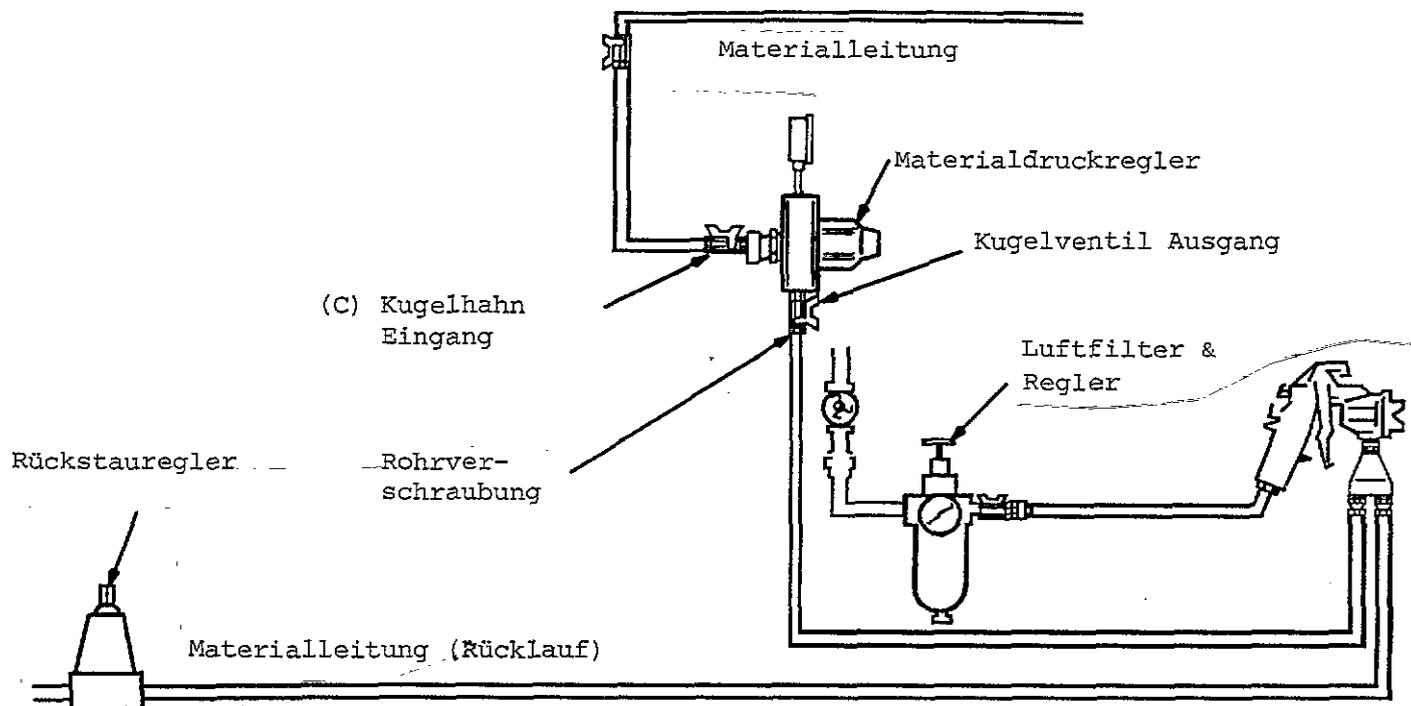
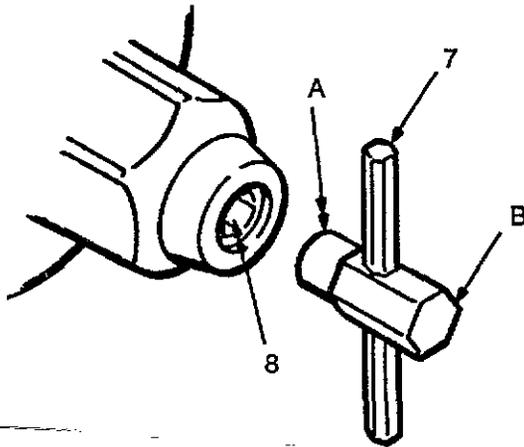

Abb. 3.1
Abb. 4.1
1. Pumpe starten und Ventil (C) öffnen, damit Material in den Regler eintritt, siehe Abb. 3.1.
2. Mit Sechskant (B) des Schlüssels (7) Adjustiermutter (8) voll im Uhrzeigersinn drehen.
3. Mittels Seite (A) des Schlüssels (7) Adjustiermutter (8) einführen, dann Schlüssel im Uhrzeigersinn drehen, um den Materialdruck zu erhöhen oder im Gegenuhrzeigersinn, um den Materialdruck zu senken, siehe Abb. 4.1. Materialdruck so einstellen, das eine ausreichende Zerstäubung vorhanden ist.
2. Pumpe abstellen und Materialdruck im System entlasten. Dieses geschieht durch Öffnen des Rückstaureglers oder eines anderen By-pass Ventiles, siehe Abb. 3.1.
3. Teil (B) des Adjustierschlüssels (7) in Adjustiermutter (8) einführen und voll im Gegenuhrzeigersinn drehen, um das Reglerventil zu öffnen (By-pass), siehe Abb. 4.1.